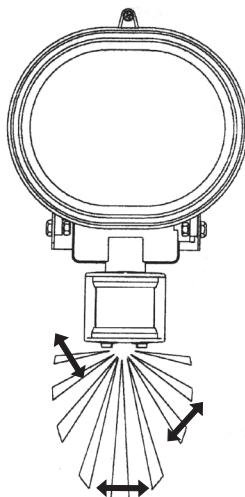
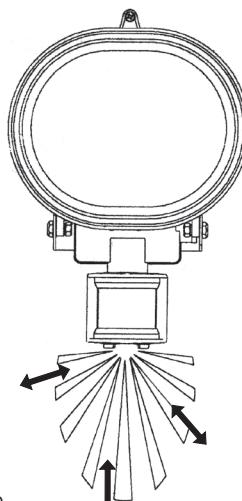

Fig. 1B
Fig. 1C
- Før du velger en plass for strålekasteren bør du tenke på at bevegelser på tvers av belysningens stråler (Fig. 1B) oppdages raskere enn bevegelser rett mot sensorens stråler (Fig. 1C).
3. Få hjelp av en annen person, som skal bevege seg på tvers av området. Juster forsiktig vinkelen på sensor-armen til strålekanteren aktiveres av personen som beveger seg i virkeområdet (Fig. 1B).